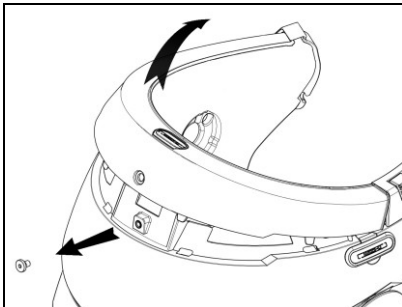

Fig. 4
- Enlevez la vis de la garniture du bord du casque à l'aide de la clé prévue à cet effet (Fig. 4).
- Enlevez complètement la garniture du bord comme cela est indiqué à la Fig. 4, en retirant ainsi également le mousse de confort.